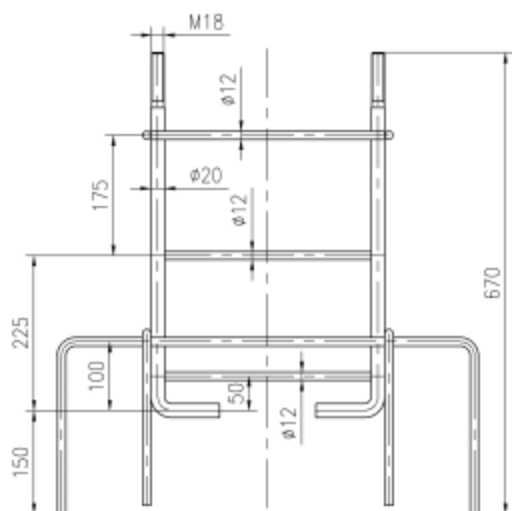

图1
1) JMA-05X0肩关节康复器的安装方式为预埋式，即采用预埋架（如图1）将器材固定；其对安装器材的土质要求如下：在距地表800mm深度以内其土质不低于强度中等的土质要求（注：GB/T 50145-2007《土的工程分类标准》 5.1.2 干强度试验：将一小块土捏成土团，风干后用手指捏碎、掰断及捻碎，并应根据用力的大小进行区分：稍用力即可捏碎或掰断为干强度中等。）